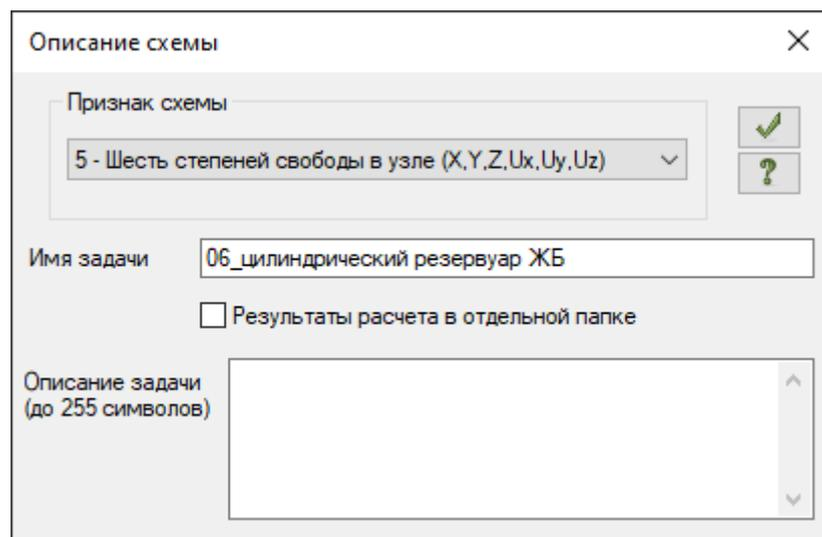

Рис.6.1. Диалоговое окно **Описание схемы**
- В появившемся диалоговом окне **Описание схемы** (рис.6.1) задайте следующие параметры: